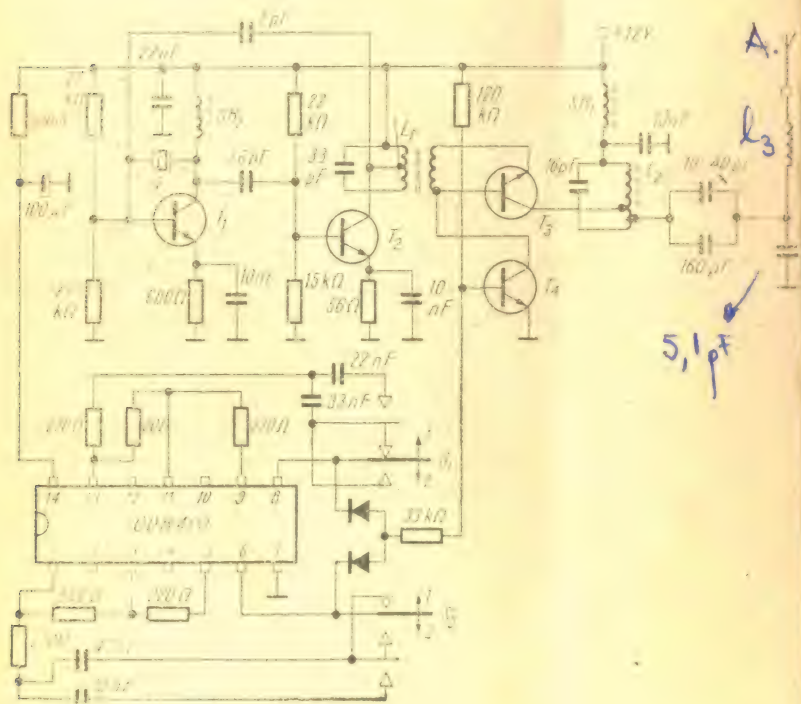

Fig. 84
Montajul se compune din 3 etaje de radiofrecvență: un oscilator și două etaje amplificatoare (fig. 84). Oscilatorul este pilotat cu un cristal de cuarț (Q) ca să aibă o mare stabilitate a frecvenței.